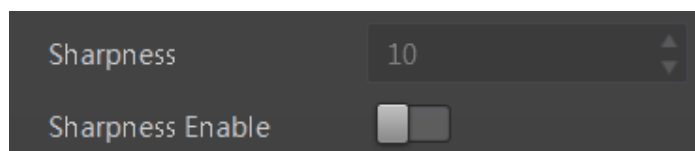

图11-20 锐度设置
1. 在 *Sharpness* 参数中输入需要设置的数值，如图 11-20 所示，参数范围为 0~100。